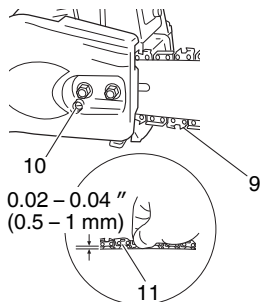

Fig. 5
7. Soulevez l'extrémité du guide-chaîne et réglez la tension de la chaîne (9) en tournant le boulon de réglage de tension (10) dans le sens des aiguilles d'une montre. Pour vérifier que la tension de la chaîne est adéquate, soulevez légèrement le centre de la chaîne. Il faut qu'il y ait alors un jeu de 0.02 - 0.04 " (0.5 à 1.0 mm) entre le guide-chaîne et le bord des maillons d'entraînement de la chaîne (11). (Fig. 5, 6)